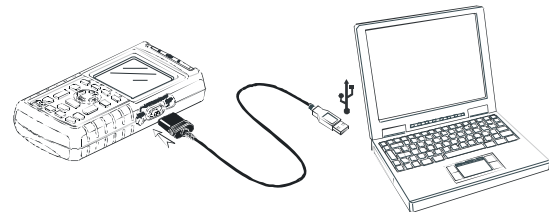

Figura 7-3. Conexión a un ordenador
- Utilice el cable/adaptador de RS-232/USB optoaislado (OC4USB) para conectar un ordenador al puerto ÓPTICO del instrumento de medida. Consulte la figura 7-3.